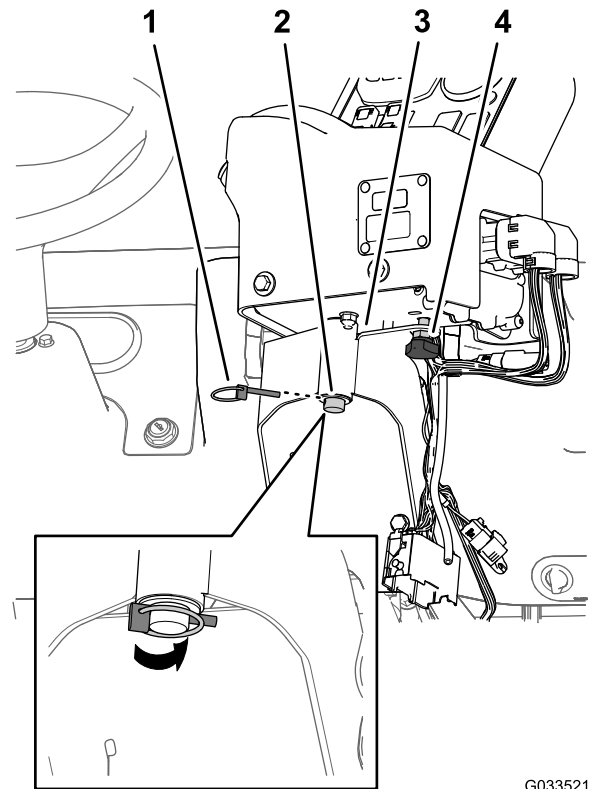

图 19
- 将控制台安装到控制安装架上并用弹簧夹销固定控制台图 19。
- 安装手动旋钮并拧紧以防操作期间控制台旋转图 19。